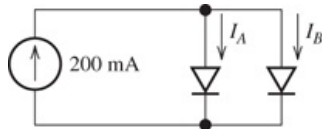

Figure P9.15
***P9.15. Accaparement du courant.** Les diodes représentées dans Figure P9.15 sont identiques et ont $n = 1$. Pour chaque diode, un courant direct de 100 mA produit une tension de 700 mV à une température de 300 K.